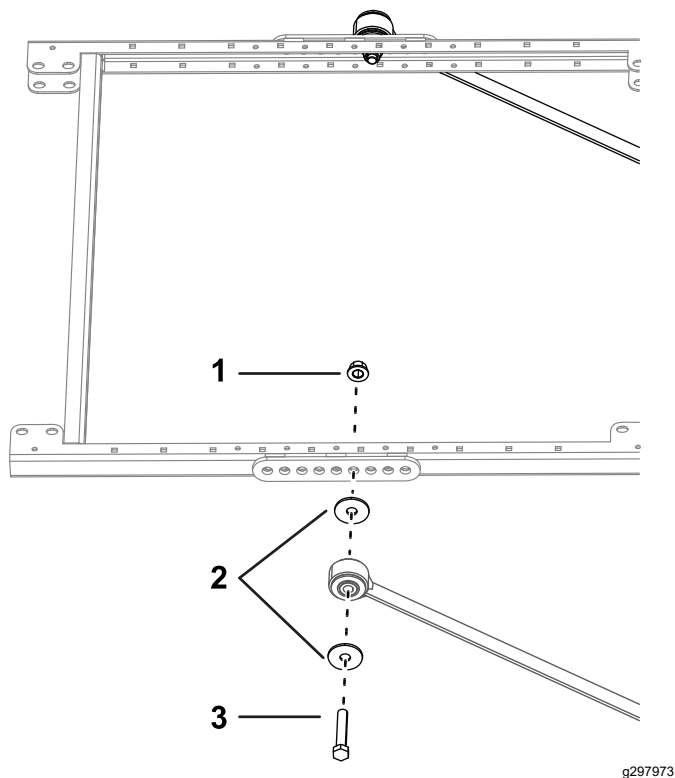

Рисунок 12
12. С каждой стороны рамы солнцезащитного навеса прикрепите, не затягивая, удлинительное звено к четвертому отверстию крепления подпорки с помощью 2 болтов ($\frac{1}{2}$ x $2\frac{3}{4}$ дюйма), 2 больших шайб и 2 фланцевых гаек ($\frac{1}{2}$ дюйма), как показано на Рисунок 12.